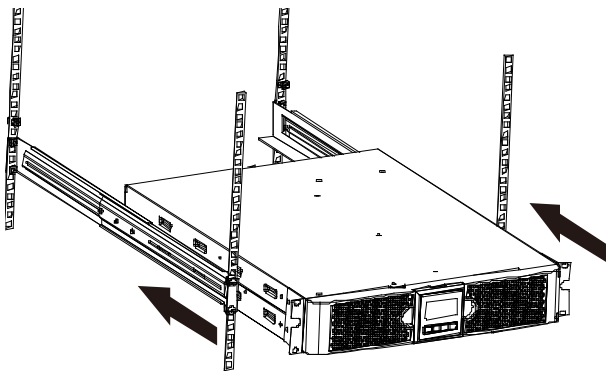

Рис. 6
3. Сдвиньте ИБП по рельсам и зафиксируйте в стойке (рис. 6).